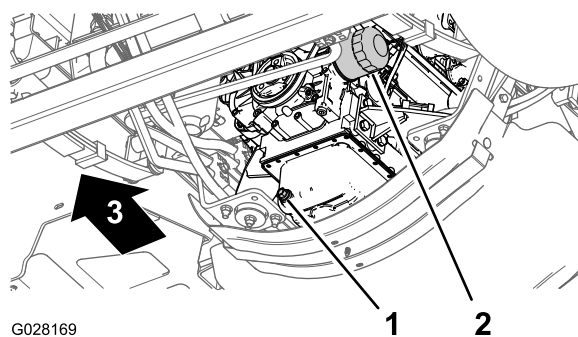

Figure 76
3. Placez un bac de vidange sous le filtre à huile moteur (Figure 76).
4. Retirez le filtre à huile usagé (Figure 76).
- Posez le filtre à huile sur l'adaptateur et vissez le filtre dans le sens horaire jusqu'à ce que le joint en caoutchouc touche l'adaptateur, puis serrez encore le filtre d'un demi tour (Figure 76).
- Placez un bac de vidange sous le bouchon de vidange (Figure 76).
- Enlevez le bouchon de vidange (Figure 76) pour permettre à toute l'huile de s'écouler.